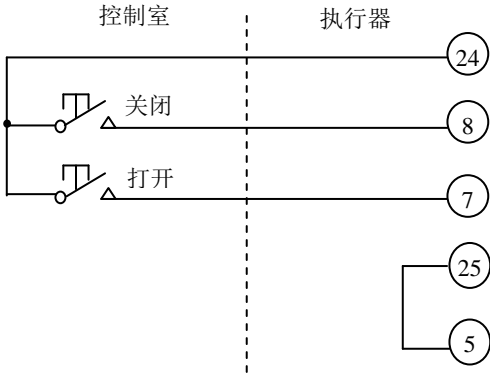
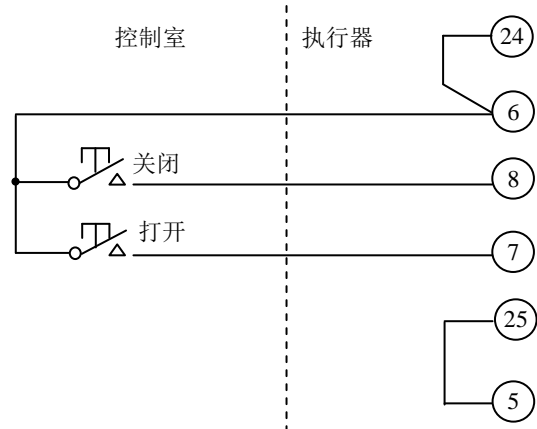
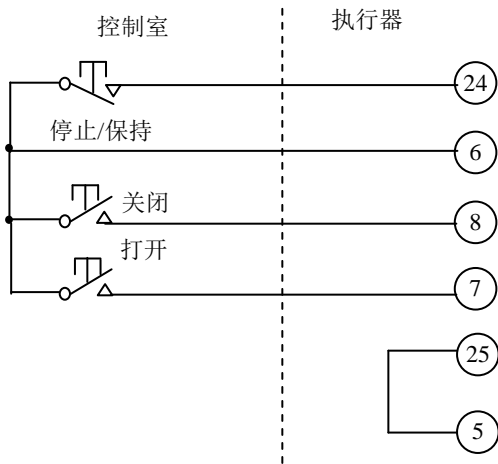

图 1-1 点动式打开/关闭控制，执行器可以停在中途任意位置
图 1-2 保持式打开/关闭控制，行程可逆，但不能停在中途位置（在菜单 H-08 中，ESD 必须设为 ESD 无效（2））
图 1-3 保持式打开、关闭、停止控制（在菜单 H-08 中，ESD 必须设为 ESD 无效（2））
3.1.1 使用内部的执行器内部提供的 24V 直流电源控制执行器，如图 1-1，图 1-2，图 1-3 所示。